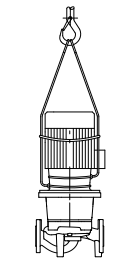

Fig. 29: Transport der Pumpe
- Die Transportösen am Motor dienen dabei nur zur Führung bei Lastaufnahme (Fig. 29).